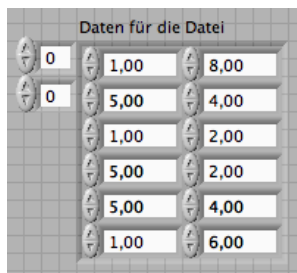

ABB.7.14
- Erzeuge auf dem Frontpanel ein zweidimensionales Feld mit Eintragungen wie in Abb. 7.14 dargestellt.